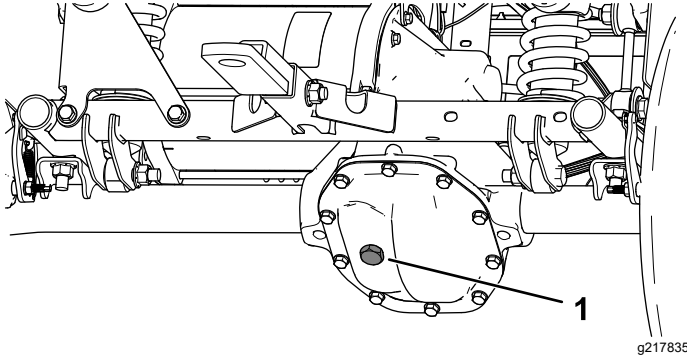

Bild 54
1. Entfernen Sie die Füllschraube am Getriebe (Bild 54).
2. Wenn der Ölstand niedrig ist, nehmen Sie die Füllschraube ab und füllen Sie die angegebene Ölsorte ein, bis das Öl aus dem Loch ausläuft (Bild 54).
4. Entfernen Sie die Füllschraube am Getriebe und füllen Sie das Getriebe mit Öl der angegebenen Sorte, bis es aus dem Füllloch ausläuft (Bild 54).